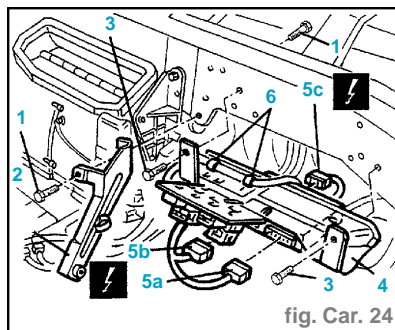

fig. Car. 24
- Ouvrir les bandes de fixation du câblage du conditionneur au câblage sous-passerelle (3).
- Libérer du conditionneur du câblage airbag et le déplacer (4).
- Tourner et enlever le capteur de température air mélangé (5).
- Dévisser les vis de fixation de l'étrier central (1) (fig. Car. 24).